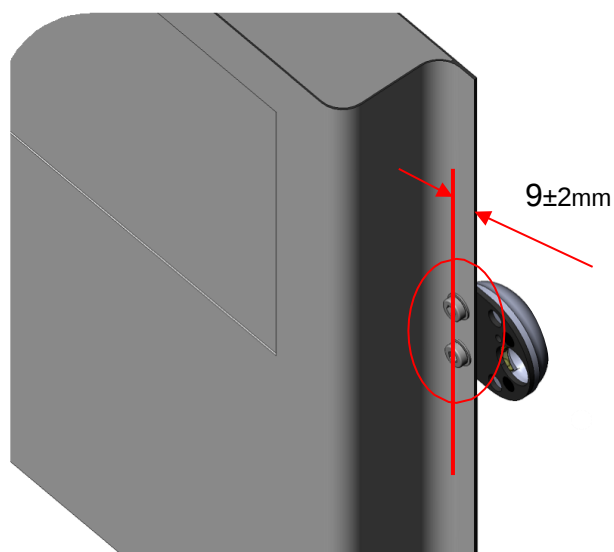

Fig.5
- La position des deux premiers trous de 8 mm se situe à environ 9 ± 2 mm du bord vertical de la porte ouvrante (voir fig. 5). Il s'agit d'une surface très résistante de la porte arrière. La tolérance indiquée vise à permettre à la tête cylindrique du goujon M8 d'être positionnée à l'intérieur du bord et jamais au-delà.
La plaque de blindage est généralement fixée en perçant des trous sur le bord extérieur de la porte à l'aide de deux goujons M8 à tête bombée. Avant de percer, vérifiez que la tête du goujon M8 se trouve à l'intérieur du bord (voir fig. 5).